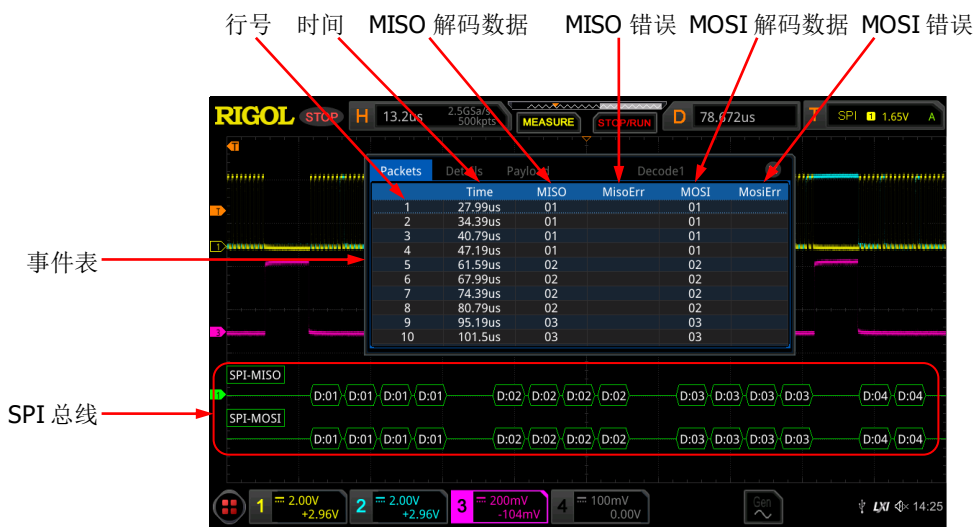

图 11-8 SPI 解码事件表
- 打开或关闭事件表：连续点击 **事件表** 键，打开或关闭事件表显示。打开事件表，屏幕弹出如图 11-8 所示的事件表。您可以点击事件表右上方的图标  关闭事件表功能。另外，当运行状态为“STOP”时，可以选择指定行并查看相应的解码信息。